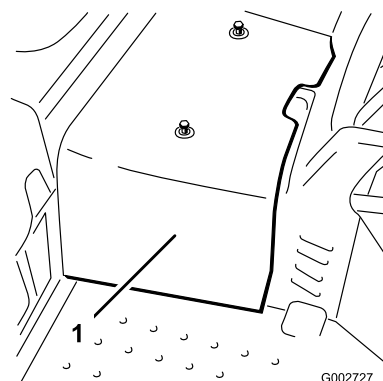

Рисунок 41
2. Ослабьте 2 винта, которые крепят центральный кожух к машине, и снимите кожух (Рисунок 41).